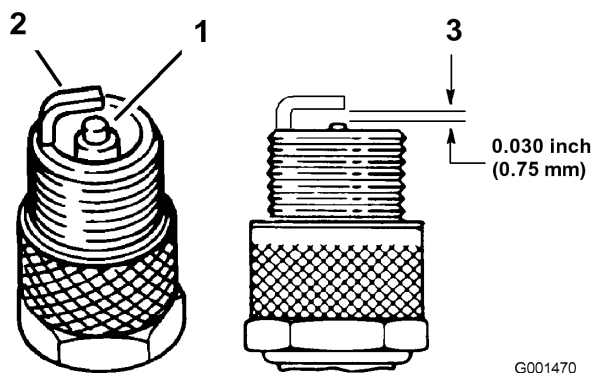

Figura 30
1. Mire la parte central de las bujías (Figura 30). Si se observa un color gris o marrón claro en el aislante, el motor está funcionando correctamente. Si el aislante aparece de color negro, significa que el limpiador de aire está sucio.
3. Compruebe la separación entre los electrodos central y lateral (Figura 30). Si la distancia no es correcta, doble el electrodo lateral (Figura 30).
3. Conecte los cables a las bujías (Figura 30).